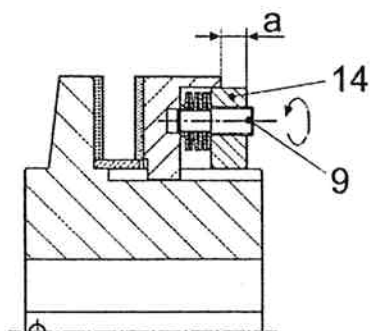

Bild 1
Från tabellen som finns på kopplingen hämtas måttet "a", för önskat brytmoment. Spännmuttern (14) skruvas in till önskat "a" mått erhålles, se bild 1.